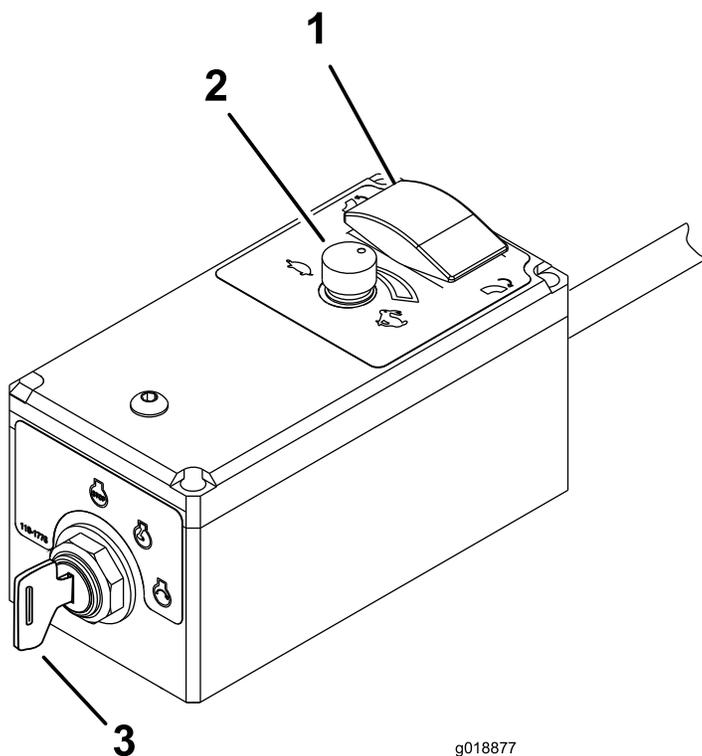

图 10
3. 将发动机点火钥匙顺时针旋转至“启动”位置即可启动发动机启动后释放钥匙图 10。
3. 如果离开机器请将发动机钥匙旋转至关闭位置并从开关中拔出图 10。